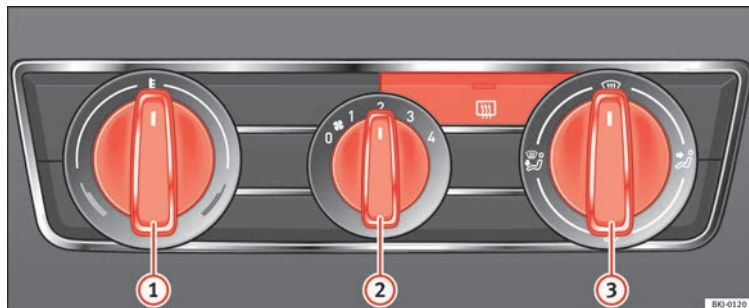

Fig. 174 Mandos de la calefacción en el tablero de instrumentos.
- Gire el regulador de temperatura » fig. 174 ① hacia la izquierda.
- Coloque el mando del ventilador ② en uno de los niveles 1-4.
- Dirija la corriente de aire con el mando regulador de la distribución de aire ③ hacia la zona que desee.
- Gire el regulador de la temperatura » fig. 174 ① hacia la derecha hasta alcanzar el grado de calefacción deseado.
- Gire el regulador de la temperatura » fig. 174 ① hacia la derecha hasta el nivel máximo de calefacción.
- Gire el mando del ventilador ② hasta el nivel 4.
- Gire el regulador de temperatura » fig. 174 ① hacia la zona de calefacción.
- Coloque el mando del ventilador ② en uno de los niveles 2-3.